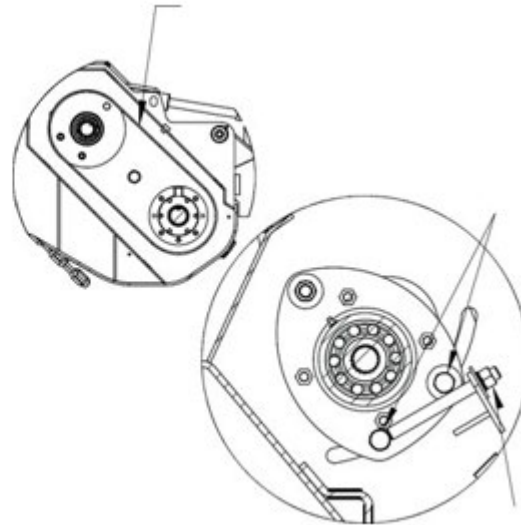

Abb. 6.1
(SIEHE ABBILDUNG 6.1)
1. Die ideale Spannung ist die niedrigste Spannung, bei der der Riemen unter Spitzenlastbedingungen nicht rutscht. Siehe Abbildung 6.1 für die Riemendurchbiegung in der Mitte der Spannweite zwischen den Riemenscheiben.